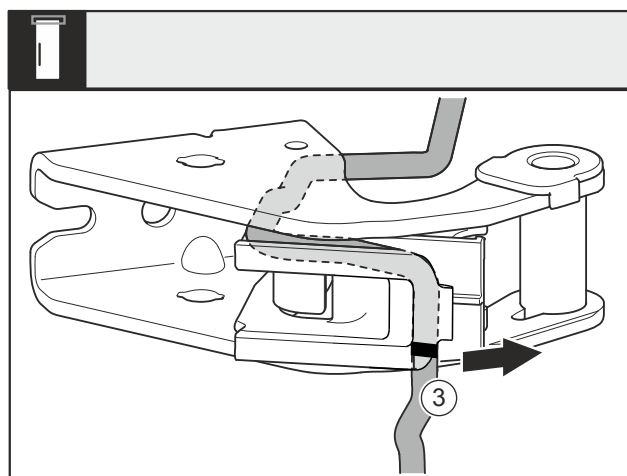

Fig. 28
- Kabel skupaj z držalom kablo Fig. 28 (3) odstranite z ležajnega podstavka.